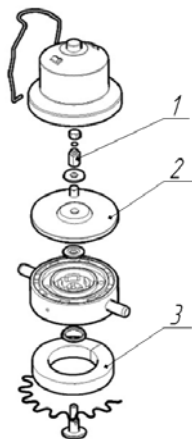

Рисунок 5.9 – Обслуживание пульсатора:
При необходимости прочищайте отверстия с помощью проволоки диаметром 0,6 мм (1). Очистите фильтр (3) (рис. 5.9).
В случае повреждения мембраны замените ее или заменяйте мембрану (2) каждые два года (рис. 5.9).